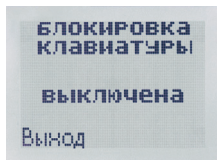

Рис. 43
- Блокировка клавиатуры (рис. 43);
Для включения/выключения автоматического режима блокировки клавиатуры войдите в пункт «Блокировка клавиатуры» (рис. 43) в меню «Настройки и ограничения».